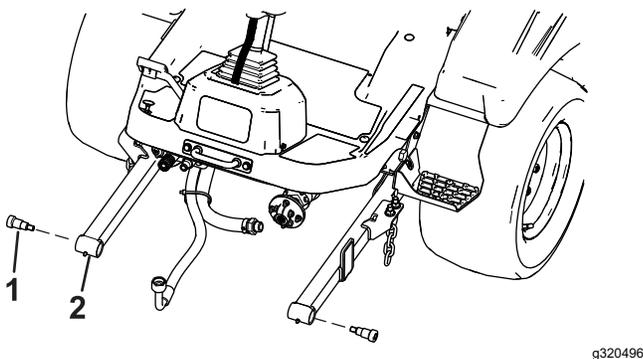

Figura 10
1. Retire los pernos de cuello largo de los brazos de elevación de la máquina (Figura 10). Consulte en el *Manual de mantenimiento* la manera de retirar los pernos.